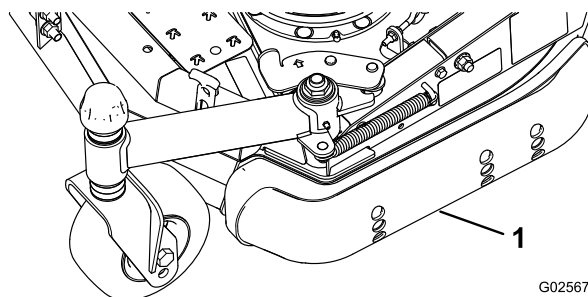

Figura 4
3. Desaperte o parafuso na frente de cada patim. (Figura 4).